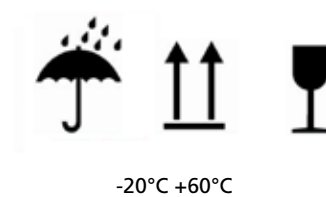

fig.13
- ▶ L'emballage, lorsque cela est nécessaire, par des pictogrammes peut avertir ou signaler des mises en garde ou des informations importantes concernant la manutention et le transport (en vrac, point de préhension, etc.) - (fig. 13).